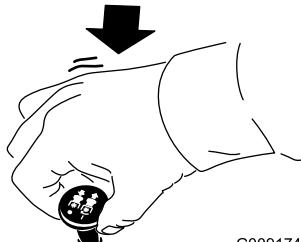

Рисунок 19
1. Выключите ножи, переместив переключатель управления ножами в положение ВЫКЛ (Рисунок 19).